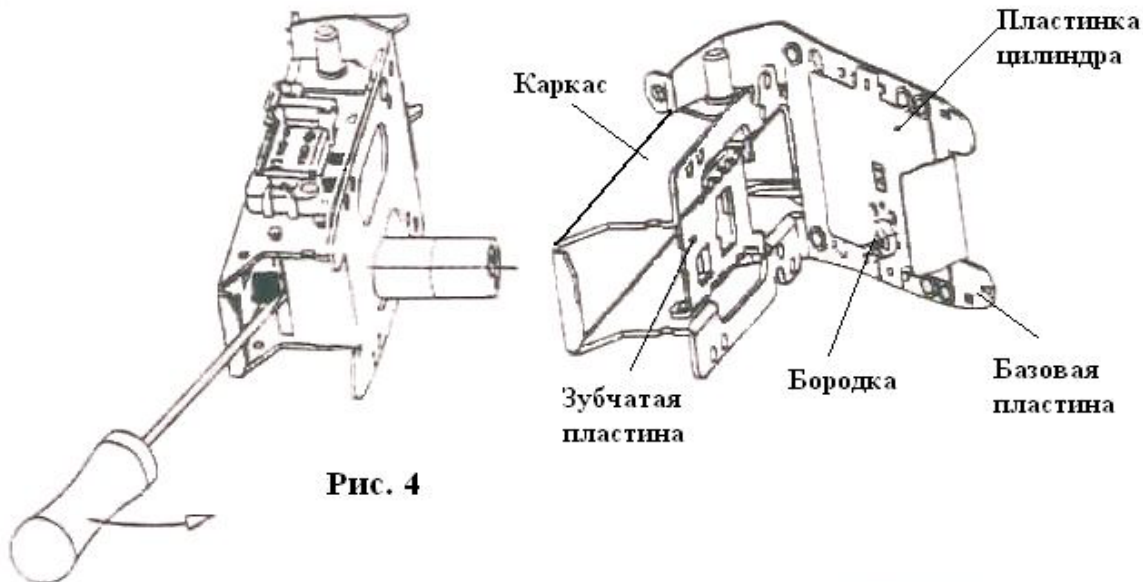

Рис. 4
- Открыть отверткой каркас замка. Действия производятся между вертикальным стержнем и кромкой базовой пластины (рис. 4);
- а) Откройте каркас замка, придерживаясь инструкции 1а, рис. 4;
- б) Открыть каркас замка, придерживаясь инструкции 1 а (рис. 4);